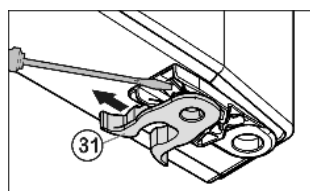

Fig. 7
- ▶ Przenieść zacisk sprężynowy Fig. 7 (31): Zatrząsk przycisnąć w dół, przy tym zdjąć zacisk sprężynowy.